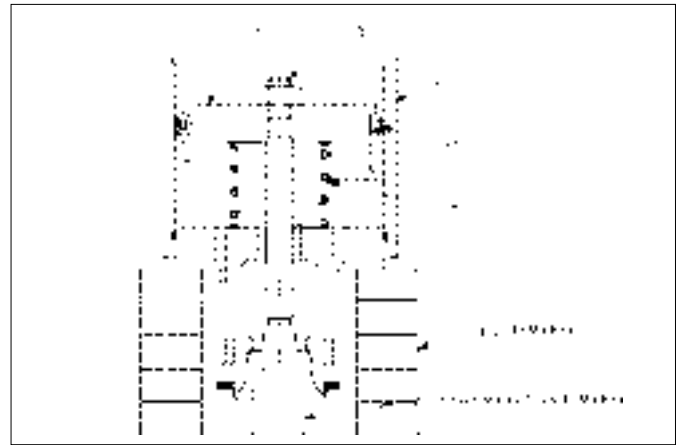

Figura 4: Espigo y Piezas Separadoras de Madera
38. Coloque la tuerca de ojo temporal entre el terminal roscado del ensamble tapón-vástago (7). Apriete a mano la tuerca de ojo hasta que el resorte (14) este ligeramente bajo compresión.
39. Coloque una cuerda, cable etc, a través de la tuerca de ojo, prepare para levantar y mover por arriba. Simultáneamente, afloje las mordazas de la prensa de banco del bonete (2), levante el cilindro (3) con el polipasto, y levante el subensamble de partes internas parcial (SI) con el polipasto. Continúe levantando lentamente hasta que el (SI) este vertical. Afloje la correa de soporte del cilindro (3). Afloje totalmente las mordazas de la prensa de banco.
40. Coloque un espigo de madera de aproximadamente 2" (50mm) de alto con caras planas y suficientemente pequeño para caber entre el anillo-asiento (5) en una superficie de trabajo plana. Balancee el ensamble del paso anterior hasta centrarlo en el espigo. Baje el ensamble parcial hacia el espigo hasta que el peso descansa totalmente en el.
Coloque bloques de madera cercanos en la zona exterior del diámetro del bonete (2) ubicados diametralmente opuestos (a 180°) para estabilizar el ensamble parcial de inclinación excesiva. Ver la Figura 4.
42. Coloque la tuerca del vástago (15) entre la rosca del vástago (7) y rote la tuerca (15) en SH (visto desde encima) aproximadamente dos vueltas a la vez que sostiene con la herramienta redonda para evitar que el vástago (7) se gire.
43. Quite la cinta para tubería colocada en el paso 32 de esta sub-sección. Agarre el cilindro (3) por la parte del borde superior y sutilmente agite los subensambles internos (SI) en varias direcciones.
44. Continúe el apriete de la tuerca del vástago (15) con una llave expansiva.
45. Coloque cinta para tubo 360° alrededor de la unión entre el cilindro (3) y el bonete (2).
46. Rosque la tuerca de ojo temporal en el tramo de rosca exterior del ensamble tapón-vástago (7). Instale un cable, cuerda, etc, para unir al polipasto.
47. Levante los subensambles internos (SI) con el cilindro (3) por encima del espigo de madera. Quite el espigo. Baje los subensambles internos (SI) y el cilindro (3) hacia la superficie de trabajo plana.
49. Coloque la llave expansiva sobre la tuerca del vástago (15). Mientras sostiene la herramienta para evitar la rotación del vástago, de un golpecito suave a la llave con un martillo para generar un buen apriete en la tuerca (15). Quite la herramienta antigiro del vástago.
50. Coloque de nuevo la tuerca de ojo temporal entre la rosca de ensamble tapón-vástago (7). Reinstale para ser elevado con el polipasto.